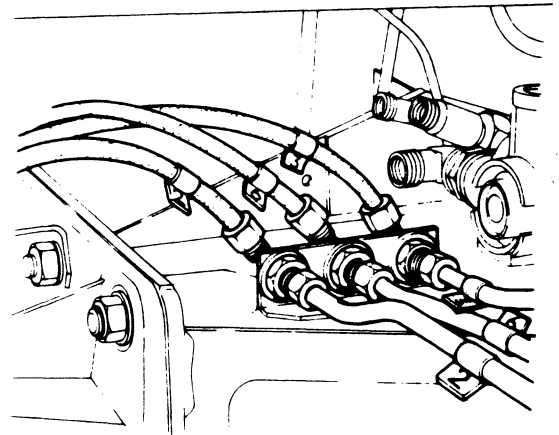

Fig. 8
- Ook de volgorde waarin de leidingen aan de parkeerrem vastzitten dient genoteerd te worden alvorens deze los te nemen (Fig. 8).